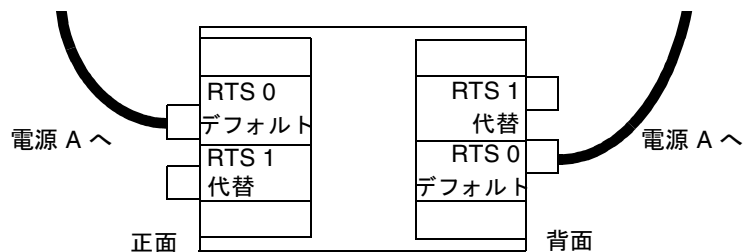

図 3-11 2つのRTUアセンブリおよび1つのAC電源での構成
- 2つのRTUアセンブリおよび1つのAC電源を使用する構成では、システムの正面左側に1本、背面左側に1本の計2本のケーブルを接続します(図3-11)。デフォルトのRTSと同じ電源を使用するコンセントに代替RTSユニットを接続することはできません。信頼性が損なわれることになります。